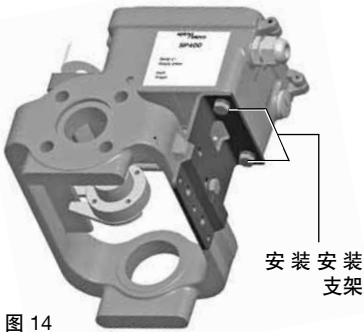
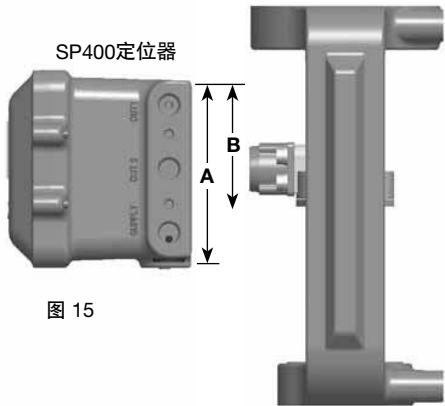

图 14
图 15
上下滑动调整SP400定位器和安装支架垂直位置，确保定位器大概位于执行器/阀门行程中心位置。即便这是一个理想的条件，但不是强制的。如图15所示。定位器能正常运行的唯一条件是磁铁行程（范围B）位于感应器线性操作范围（范围A），也就是定位器外壳标注的垂直范围。
7.2 3通阀 (行程设置(TRAVL) 0 - 100%, 参考图14和图15), 接上节7.1.8。